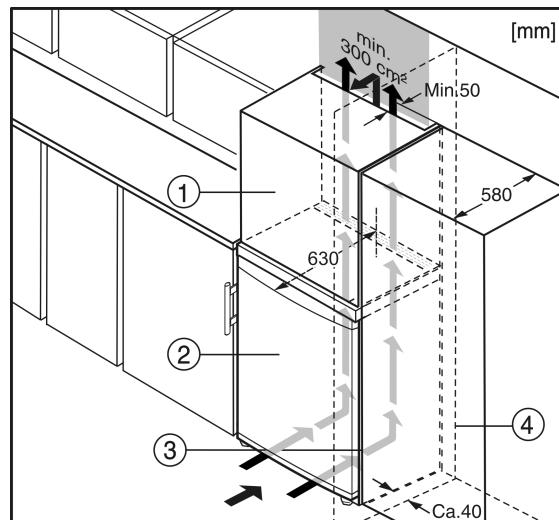

Fig. 6
- (1) Aufsatzschrank
(2) Gerät
- (3) Küchenschrank
(4) Wand
Das Gerät kann mit der Kücheneinrichtung umbaut werden. Um das Gerät Fig. 6 (2) der Küchenzeilenhöhe anzugeleichen, kann über dem Gerät ein entsprechender Aufsatzschrank Fig. 6 (1) angebracht werden.*
Beim Umbau mit Küchenschränken (Tiefe max. 580 mm) kann das Gerät direkt neben dem Küchenschrank Fig. 6 (3) aufgestellt werden. Die Gerätetür steht seitlich 34 mm und in der Gerätemitte 50 mm gegenüber der Küchenschrankfront vor. Sie lässt sich dadurch einwandfrei öffnen und schließen.*
Wenn das Gerät mit den Scharnieren neben einer Wand Fig. 6 (4) aufgestellt wird, muss der Abstand zwischen Gerät und Wand mindestens 40 mm betragen. Dies entspricht dem Griffüberstand bei geöffneter Tür.*